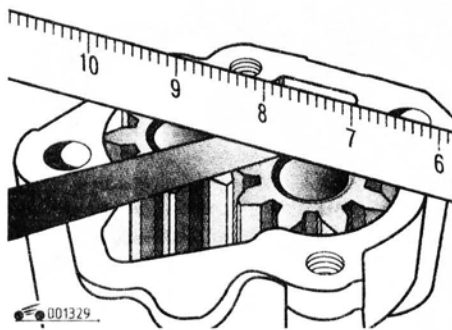

Рис. 4.45. Проверка осевого люфта шестерен масляного насоса
10. Установив шестерни в корпус масляного насоса, проверьте осевой люфт шестерен масляного насоса и зазор между зубьями шестерен и корпусом насоса (рис. 4.45 и 4.46). Допустимый осевой люфт шестерен масляного насоса составляет 0,15 мм, максимальный зазор между зубьями шестерен и корпусом насоса — 0,20 мм. Если измеренные значения превышают допустимые, замените насос в сборе.